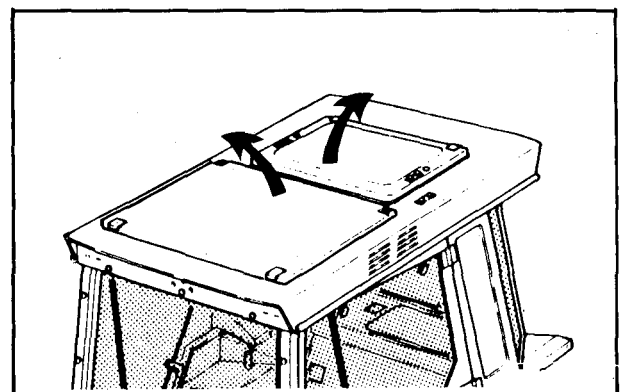

Fig. 25.
1. Via het dakluik kan men toegang krijgen tot het luchtfilter onder het luik aan de voorzijde van het kabinedak (fig. 25).